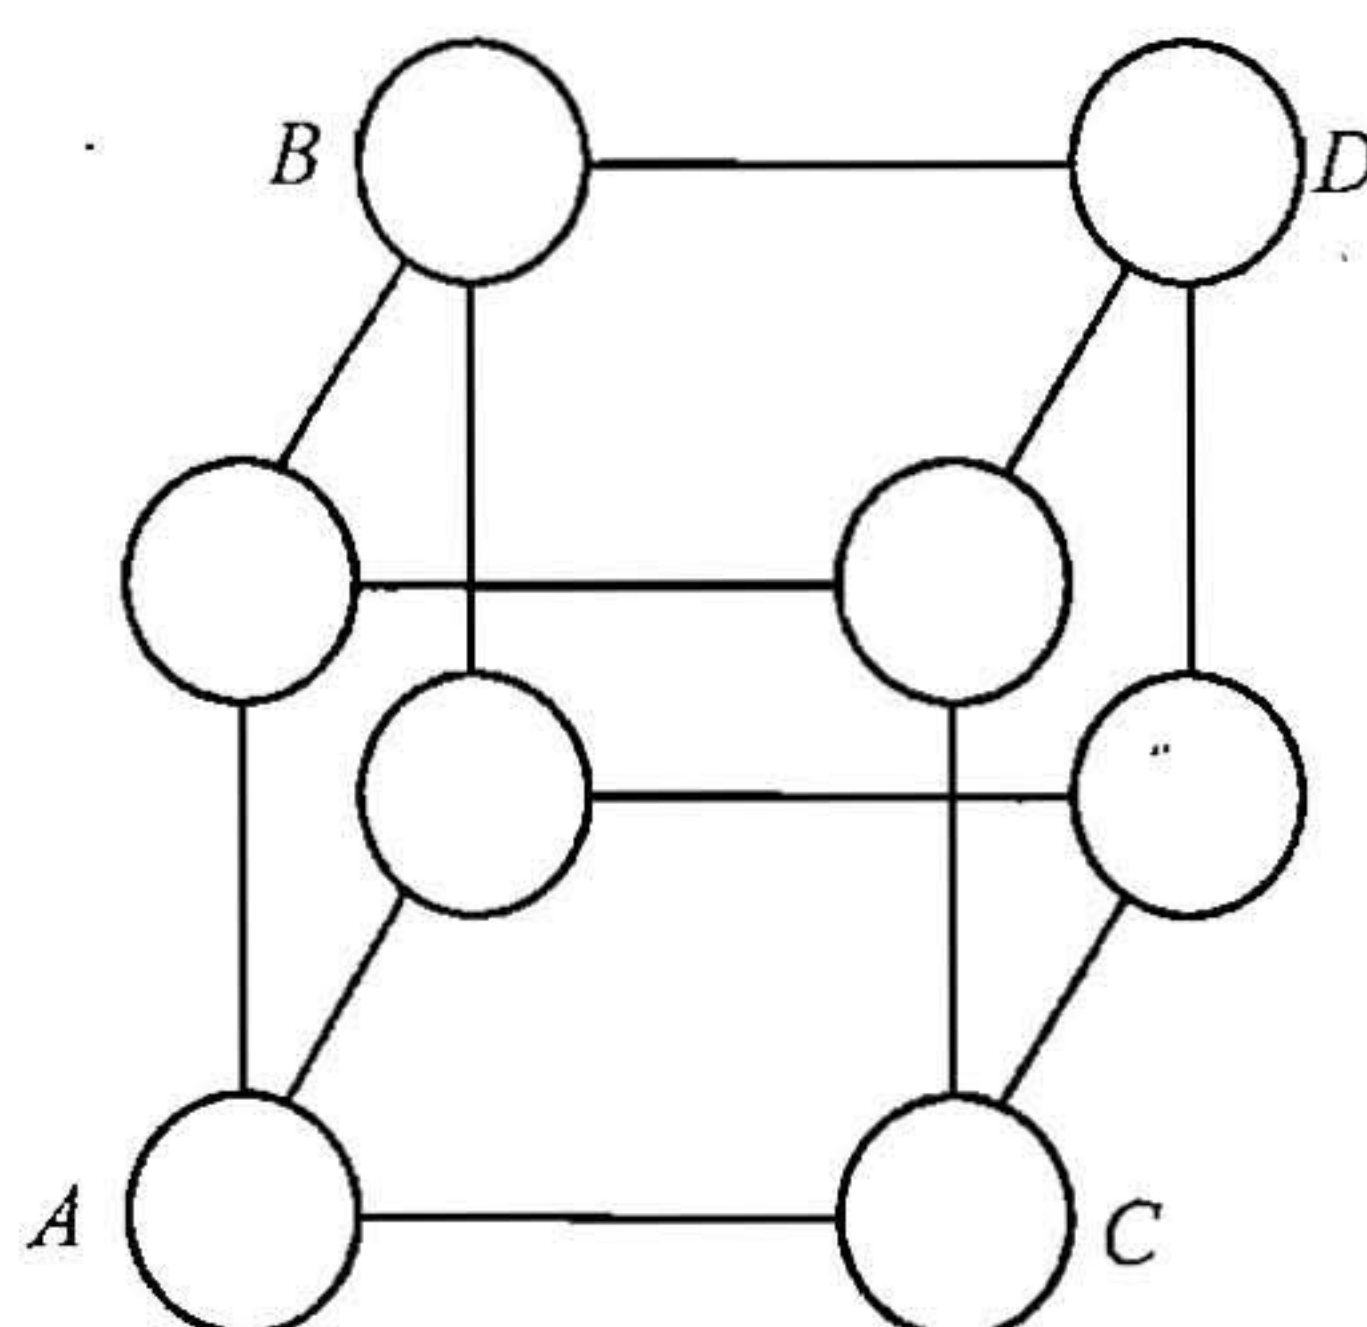

图 18-1 第一题第 5 小题图
1. FCC 结构的密排方向是 (1)，密排面是 (2)，密排面的堆垛顺序是 (3)，致密度为 (4)，配位数是 (5)，晶胞中原子数为 (6)，把原子视为半径为 r 的刚性球时，原子的半径和点阵常数 a 的关系为 (7)。
3. 无序固溶体转变为有序固溶体时，合金性能变化的一般规律是：强度和硬度 (11)，塑性 (12)，导电性 (13)。
4. Fe-Fe₃C 相图中含碳量小于 (14) 为钢，大于 (15) 为铸铁；铁碳合金室温平衡组织均由 (16) 和 (17) 两个基本相组成；奥氏体其晶体结构是 (18)，合金平衡结晶时，奥氏体的最大含碳量是 (19)；珠光体的含碳量是 (20)；莱氏体的含碳量为 (21)；在常温下，亚共析钢的平衡组织是 (22)，过共析钢的平衡组织是 (23)；Fe₃C_I 是从 (24) 中析出的，Fe₃C_{II} 是从 (25) 中析出的，Fe₃C_{III} 是从 (26) 中析出的，它们的含碳量为 (27)。
5. 图 18-1 为简单立方点阵晶胞，其中 ABC 面的面指数是 (28)，AD 的晶向指数是 (29)。